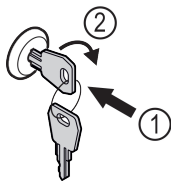

Fig. 156 Représentation à titre d'exemple
- Insérer la clé Fig. 156 (1).
- Tourner la clé à 90° dans le sens horaire Fig. 156 (2).